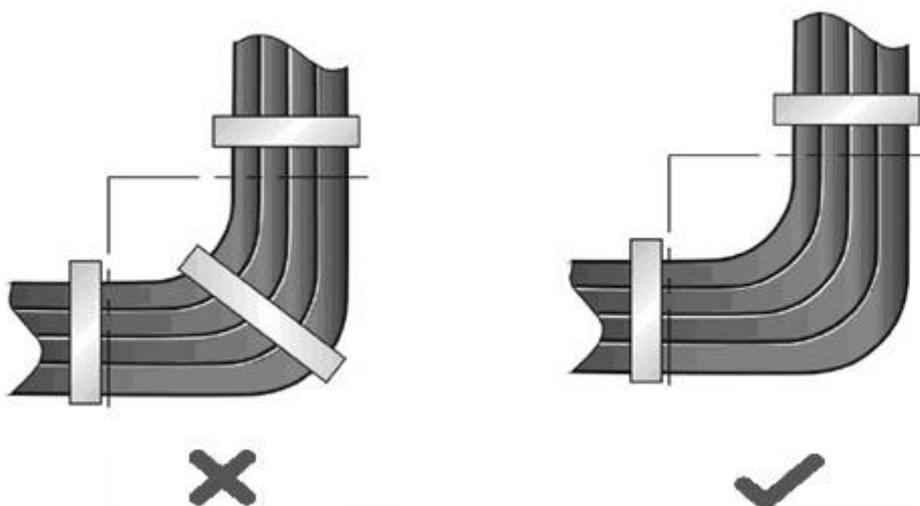

Рисунок 9-3. Стяжка проводов (3)
- Кабели должны быть аккуратно и правильно стянуты (Рисунок 9-3).
- Когда вам требуется согнуть кабели, первым делом стяните их. Не сгибайте кабель на месте стяжки. В противном случае, большая нагрузка ложится на кабели и их сердечники могут порваться. (Рисунок 9-3).